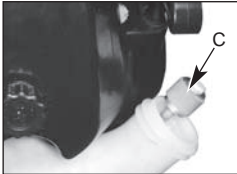

Fig. 24
2. Retirez le filtre (D) en effectuant un mouvement de torsion (Fig. 24).
3. Remplacez le filtre à carburant. (Fig. 24).